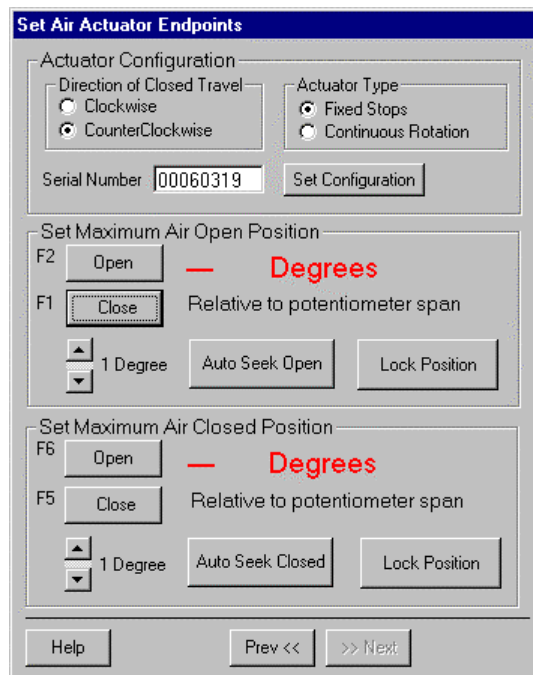

図 9：走行方向の設定
- 閉方向—アクチュエーターが走行して閉じる方向を選択してください（右回りか左回り）。図 9 を参照してください。